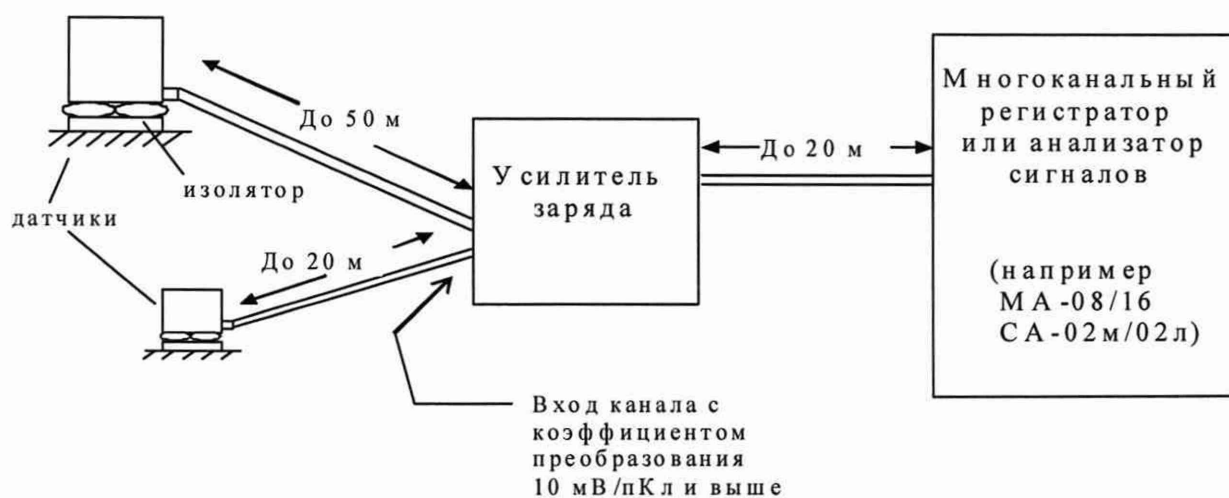

Рис. 13.1
13.3.4 Рекомендуемая длина кабелей от усилителя до регистрирующего или показывающего оборудования (платы сбора данных, осциллографа) – не более 20 м. Рекомендуется также собрать кабели в плотный пучок для предотвращения появления земляных петель заметной площади и продевать сквозь ферритовое кольцо (кольца) для уменьшения синфазных высокочастотных наводок (рис. 13.1).